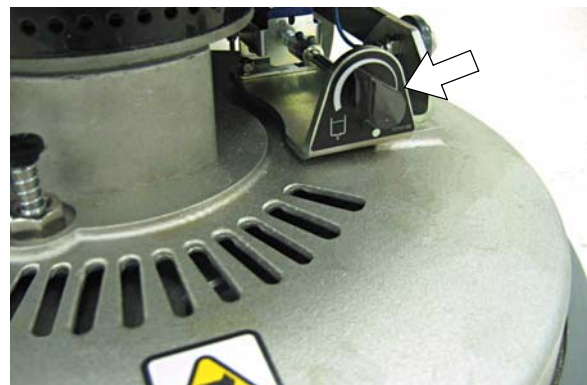

図 20
5. 洗浄液フローコントロールノブを希望の流量に調整してください (図 20)。